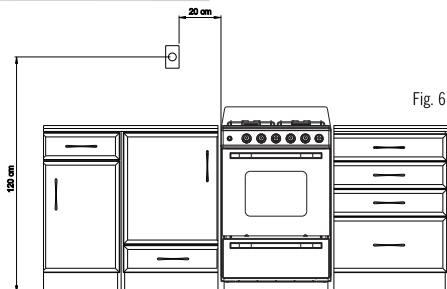

Fig. 6
- ✗ El tomacorriente debe ser de fácil acceso y a la vista. Ver fig. 6.